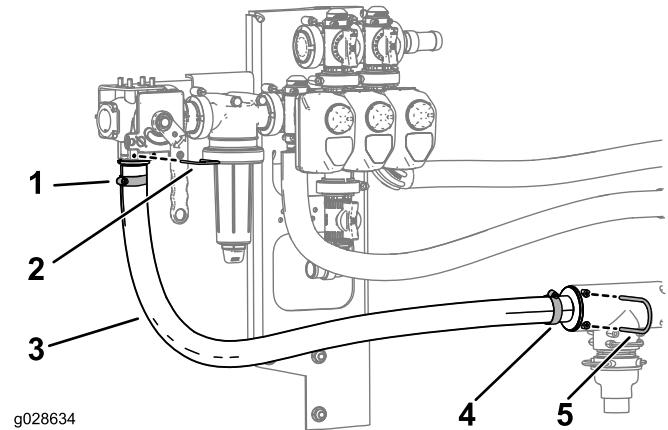

Figura 20
5. Pase y sujeté el conjunto de la manguera de presión como se indica en Figura 20.